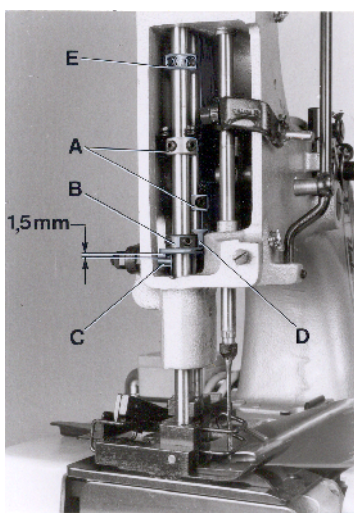
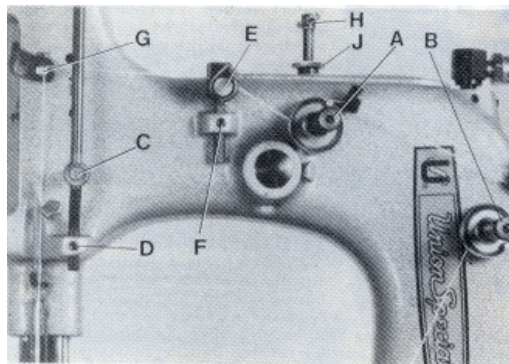

Fig. 11
Fig.12
Rotate the pulley until the feed dog is below the throat plate. Remove the face cover left on machine arm and turn out the T-screw (H, Fig. 12) on the top of the machine arm, until it does not exert any pressure on the leaf springs. In this position, the pressure exerted on the presser foot, should be just strong enough to keep it flat on the throat plate. By relocating the collars (A, Fig. 11), which serve as a leaf spring rest, on the left and right presser bar, the pressure can be changed. Raising the collars increases the pressure, lowering the collars decreases the pressure.
Set the presser bar lifter collar (B, Fig. 11) on the left presser bar so, that there is a distance of approx. 1.5 mm (1/16") between lifter lever stud (C) and lower surface of the lifter collar (B), when the presser foot rests on the throat plate (see Fig. 11). Set the collar (D) on the right presser bar close to the fork of the presser bar lifter collar (C) on the left presser bar.
Drehen Sie an der Riemenscheibe bis der Transporteur unter der Stichplatte steht. Entfernen Sie den Stirndeckel links am Maschinenarm und drehen Sie die Knebschraube (H, Fig. 12) oben auf dem Maschinenarm soweit heraus, daß sie nicht mehr auf die Blattfedern drückt. In dieser Stellung soll der Druck auf den Drückfuß gerade noch so stark sein, daß er auf der Stichplatte aufliegt. Durch Verstellen der als Blattfederauflage dienenden Stellringe (A, Fig. 11) auf der linken und rechten Drückfußstange kann der Druck verändert werden. Verstellen der Stellringe nach oben verstärkt, verstellen nach unten verringert den Druck.
Stellen Sie den Drückfußstangen-Lifterstellring (B, Fig. 11) auf der linken Drückfußstange so ein, daß zwischen Lifterhebelbolzen (C) und Unterseite Stellring (B) ein Abstand von etwa 1,5 mm ist, wenn der Drückfuß auf der Stichplatte aufliegt (siehe Fig. 11). Stellen Sie den Stellring (D) auf der rechten Drückfußstange so, daß er an der Gabel des Drückfußstangen-Lifterstellrings (B) auf der linken Drückfußstange anliegt.
On styles 80800TL and TAL set the collar (D, Fig. 11) on the right presser bar approx. 2.5 mm (7/64") above the fork of the presser bar lifter collar (B). This effects, when lifting the presser foot, that the left presser foot part is lifted first by approx. 2.5 mm (7/64"), before the right presser foot part will lift too.
The presser foot lift is limited with the upper stop collar (E, Fig. 11) on the left presser bar. When the needle is in its lowest position and the presser foot is lifted with presser foot bottom tilted up, the needle bar respectively needle clamp nut should not contact the presser foot bottom. Set collar (E) accordingly.
Now turn in T-screw (H, Fig. 12) until the necessary presser foot pressure for proper feeding is exerted (determine by sewing tests). Secure this setting with the knurled nut (J), which simultaneously fastens the upper arm cover. Remount the face cover.
The tension (A, Fig. 12) on the needle thread should be fairly strong to produce uniform stitches. On the two thread double locked stitch styles the tension (B) on the looper thread should be barely sufficient to steady it.
On the two thread double locked stitch styles 80800R, RL, TL, TAL, U, UA, UL and UAL, the height of the needle thread take-up roller (C, Fig. 12) is set so, that the needle thread on the downstroke of the needle just contacts the roll at the time the needle thread loop is released from the looper. Loosen screw (D) and set the needle thread take-up roller accordingly. Retighten screw (D).
Bei den Maschinen 80800TL und TAL stellen Sie den Stelling (D, Fig. 11) auf der rechten Drückfußstange etwa 2.5 mm über die Gabel des Drückfußstangenlifter-Stellrings (B). Dadurch wird beim Liften des Drückfußes zuerst das linke Drückfußteil etwa 2.5 mm angehoben bevor das rechte Drückfußteil mit anhebt.
Der Hub des Drückfußes wird mit dem Anschlag-Stelling (E, Fig. 11) oben auf der linken Drückfußstange begrenzt. Wenn die Nadel in der untersten Stellung ist und der Drückfuß mit dem Drückfuß-Lifterhebel angehoben und die Drückfußsohle nach oben gekippt wird, darf die Nadelstange bzw. Nadelstangenmutter die Drückfußsohle nicht berühren. Stellen Sie den Stelling (E) entsprechend ein.
Nun drehen Sie die Knebelschraube (H, Fig. 12) so weit ein, daß der zum einwandfreien Transport notwendige Drückfußdruck erzeugt wird (durch Nähversuche ermitteln). Sichern Sie diese Einstellung mit der Rändel-Kontermutter (J), mit der gleichzeitig der obere Armdeckel befestigt wird. Montieren Sie den Stirndeckel wieder.
Die Spannung (A, Fig. 12) auf den Nadelfaden soll so stark sein, daß eine gleichmäßige Stichbildung erreicht wird. Bei den Zweifaden-Doppelkettenstichmaschinen soll die Spannung (B) auf den Greiferfaden ganz gering sein, so daß der Faden gleichmäßig gleitet.
Bei den Zweifaden-Doppelkettenstichmaschinen 80800R, RL, TL, TAL, U, UA, UL und UAL wird die Höhe der Nadelfadenabzugsrolle (C, Fig. 12) so eingestellt, daß der Nadelfaden beim Niedergehen der Nadel, die Rolle zu dem Zeitpunkt gerade berührt, wenn die Nadelfadenschlinge vom Greifer freigegeben wird. Lösen Sie die Schraube (D) und stellen Sie die Nadelfadenabzugsrolle (C) entsprechend ein. Ziehen Sie die Schraube (D) wieder an.
On all styles the eyelet (E, Fig. 12) should be positioned so, that the needle thread runs nearly horizontal, parallel to cloth plate, between eyelet (G) on needle bar connection and eyelet (E) on machine arm, when the needle is in its upmost position. Eyelet (E) is secured by screw (F).
Bei allen Maschinen wird die Fadenführung (E, Fig. 12) so eingestellt, daß der Nadelfaden zwischen der Fadenführung (G) am Nadelstangenmitnehmer und der Fadenführung (E) am Maschinenarm etwa waagrecht, parallel zur Stoffplatte verläuft, wenn die Nadel in der obersten Stellung ist. Die Fadenführung (E) wird mit der Schraube (F) befestigt.